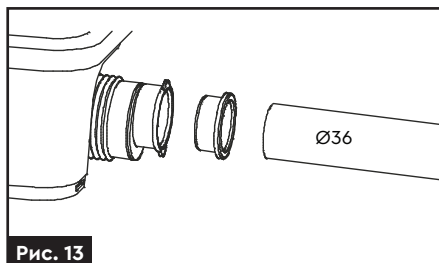

Рис. 13
- При під'єднанні труби діаметром **36 мм** використовуйте перехідну втулку (**рис. 13**).